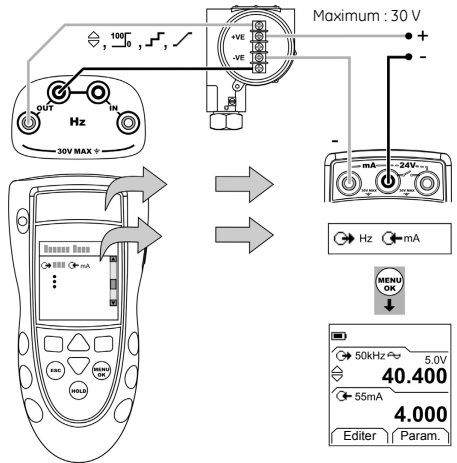

Figure 3 : Exemple de configuration - Étalonnage de transmetteur avec boucle d'alimentation externe
1. Connecter l'instrument (Figure 3/4) et, si nécessaire, régler la *Configuration* (Tableau 1).